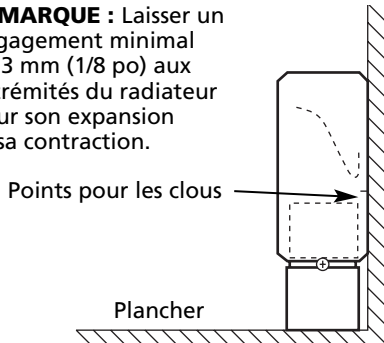

Figure 3 - Installation du radiateur
1. Placer le radiateur à l'emplacement désiré sur le mur, comme il est illustré à la Figure 3, page 3. Pour obtenir un confort de chaleur maximal, placer le radiateur sous une fenêtre.